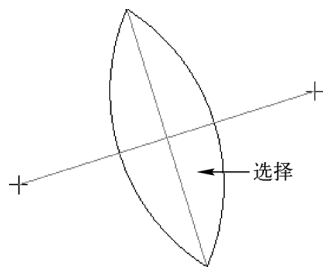

图 3-2 选择需要删除的图元
STEP 02 在绘图区中, 按住〈Ctrl〉键的同时, 选择需要删除的图元, 如图 3-2 所示。